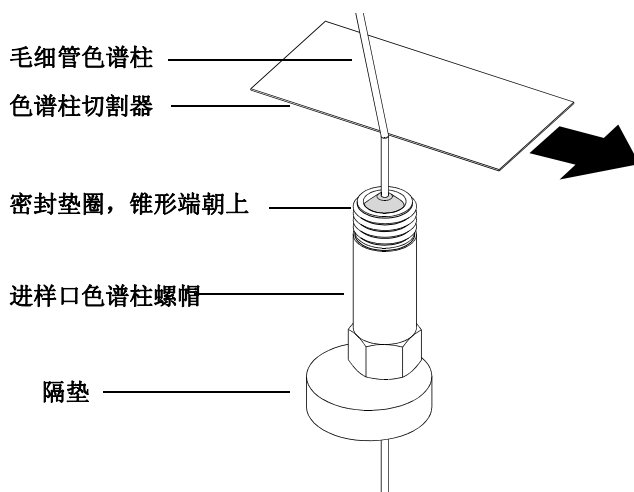

图 7 准备安装毛细管色谱柱
- 1 将隔垫、色谱柱螺帽和可老化的密封垫圈插入色谱柱的自由端（见图 7）。垫圈的锥形端必须朝向远离色谱柱螺帽的一端。